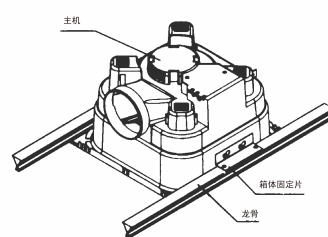

图4
- 6、按电气原理图接通电源，检查整机性能是否良好。（见图4、图5）